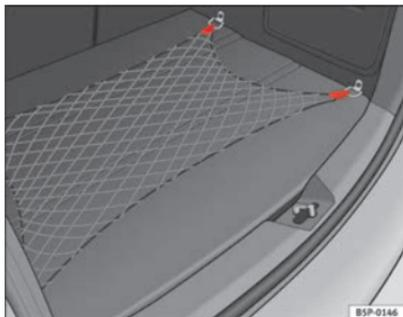

Fig. 109 Red portaobjetos maletero
- Utilice las anillas de amarre existentes en los laterales del maletero, para fijar la red portaobjetos ⇒ fig. 109.